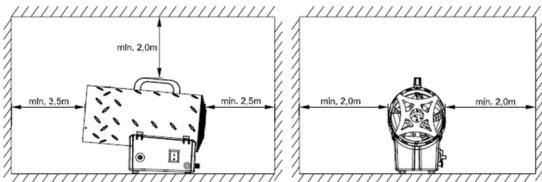

Fig. 2
- 4.15 Încălzitorul trebuie amplasat într-un loc unde nu există risc de incendiu, orificiul de evacuare a aerului cald trebuie să fie la cel puțin 3 m de orice perete sau tavan inflamabil și nu trebuie niciodată îndreptat spre butelia de gaz (Fig. 2).